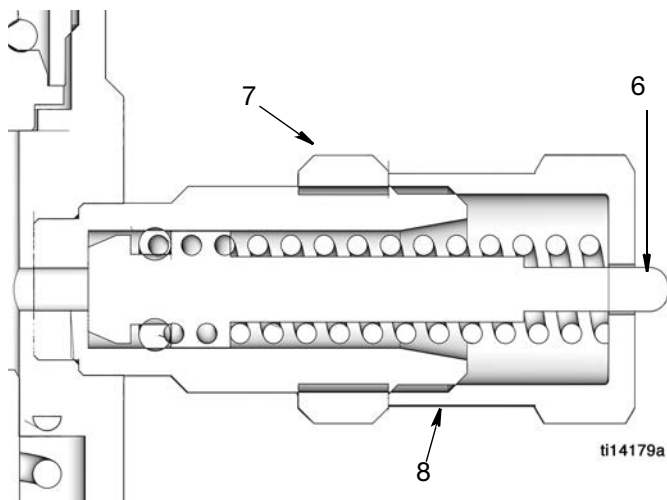

FIG. 1
I numeri di riferimento si riferiscono alle parti (FIG. 1 e pagina 4).
<p>Per prevenire guasti ai componenti, il dado di regolazione (8) non deve essere esteso oltre la posizione completamente retratta del pistone (6). Vedere FIG. 1.</p>